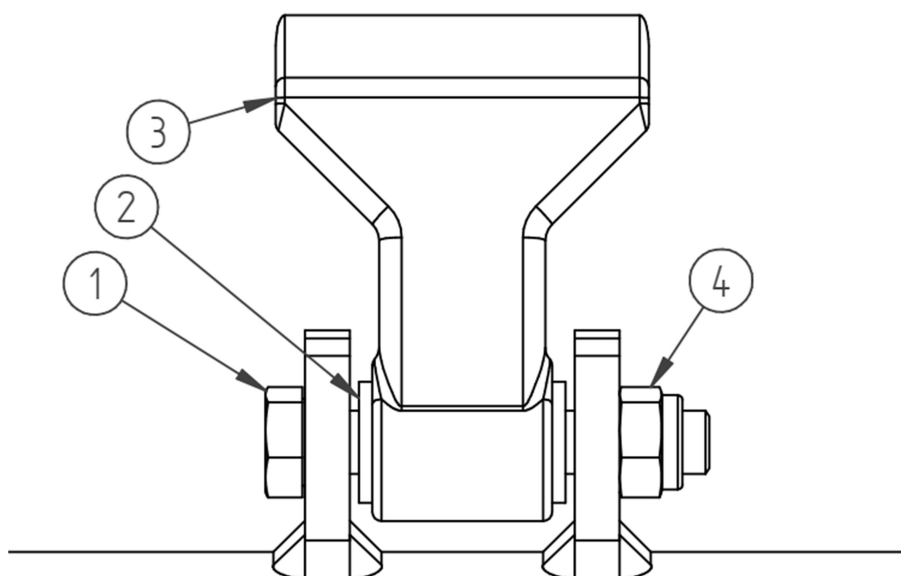

Abbildung 8. Montage der Schlegel
Die Arbeitswelle des Mulchers ECO ist mit Zerkleinerungswerkzeugen in Form von Schlegeln ausgestattet (Abbildung 8). Das Set besteht aus einer Schraube M14x90 (1), Abstandshaltern (2), einem Schlegel (3) und einer Mutter M14 (4).